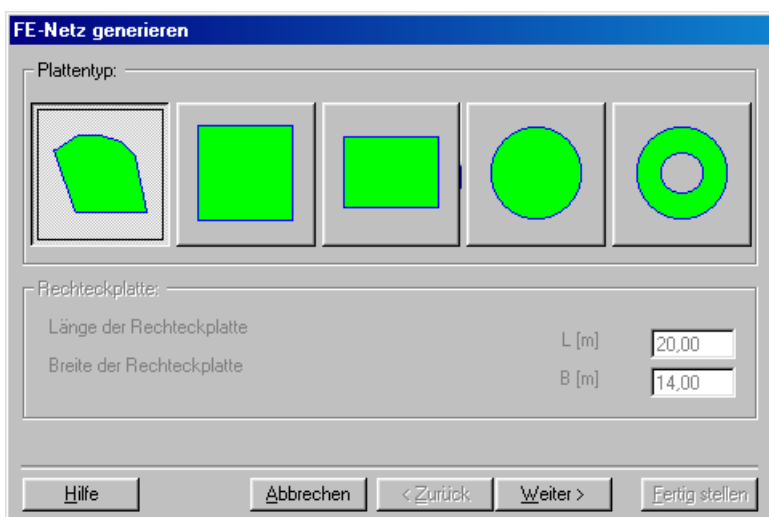

Bild 5-9 Auswahl von Netzschablonen
- Wählen Sie "FE-Netzdaten" aus dem "Daten"-Menü des *ELPLA-Daten*-Fensters. Eine Auswahl von Schablonen verschiedener Netzformen erscheint (Bild 5-9)